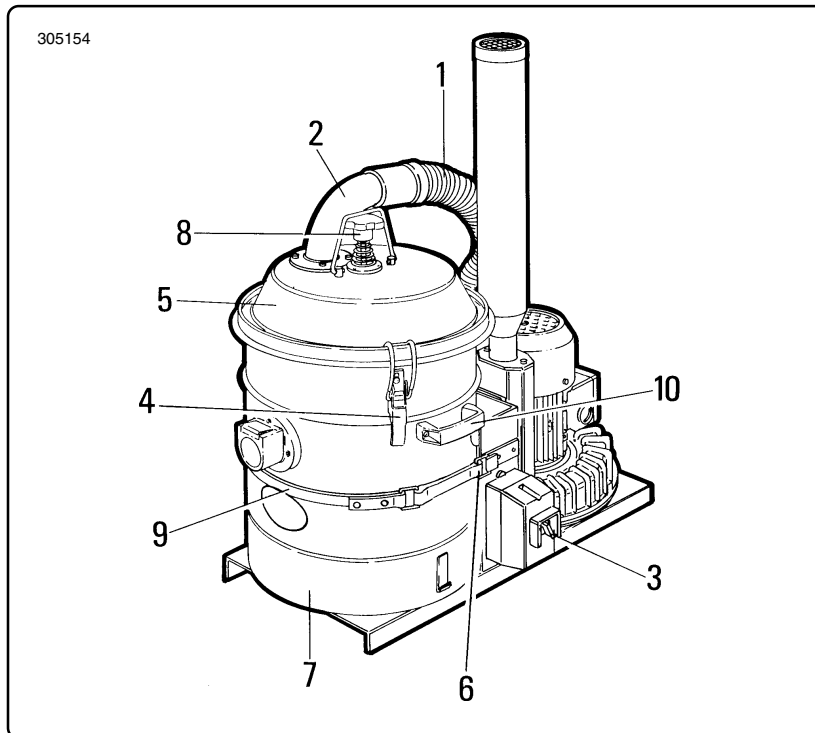

Fig. 6.6.2
- Attendere alcuni minuti che la polvere staccata dal filtro si depositi nel contenitore "7" (fig. 6.6.2).
- Sfilare il tubo "1" dal raccordo "2" (fig. 6.6.2).
- Sbloccare i due ganci di chiusura "4" e togliere il coperchio "5" comprensivo di filtro primario (fig. 6.6.2).
- Togliere il contenitore porta detriti "7" afferrandolo da entrambe le maniglie "10" (solo nel mod. 150/36), quindi procedere al suo svuotamento (fig. 6.6.2).
- Per rimontare il contenitore "7", occorre innanzitutto riposizionarlo come in fig. 6.6.2, quindi bloccare il gancio "6" e rimontare il coperchio "5" comprensivo di filtro procedendo in modo inverso a quanto descritto per lo smontaggio.
- *Wait a few minutes for the dust to detach from the filter and deposit in container "7" (fig. 6.6.2).*
- *Remove tube "1" from fitting "2" (fig. 6.6.2).*
- *Release the two closing clips "4" and remove the cover "5", along with the primary filter (fig. 6.6.2).*
- *Remove the waste container "7", holding it with both the handles "10" (only for model 150/36), now empty it (fig. 6.6.2).*
- *To remount container "7", first reposition it as shown in fig. 6.6.2, then lock clip "6" and fit on the cover "5" along with the filter, proceeding with the demounting instructions in reverse.*
- Attendez quelques minutes que la poussière détachée du filtre se dépose dans la cuve "7" (fig. 6.6.2).
- Détachez le tuyau "1" du raccord "2" (fig. 6.6.2).
- Débloquez les deux crochets de fermeture "4" et enlevez le couvercle "5" y compris le filtre principal (fig. 6.6.2).
- Enlevez la cuve porte déchets "7" en la saisissant par les deux poignées "10" (mod. 150/36 seulement), puis videz-la (fig. 6.6.2).
- Pour remonter la cuve "7" remettez tout d'abord en place comme indiqué dans la fig. 6.6.2, puis bloquez le crochet "6" et remontez le couvercle "5" avec le filtre en suivant l'ordre inverse au démontage.
- *Esperar unos minutos para que el polvo que se ha desprendido del filtro se deposite en el contenedor "7" (fig. 6.6.2).*
- *Extraer el tubo "1" del racord "2" (fig. 6.6.2).*
- *Desbloquear los dos ganchos de cierre "4" y sacar la tapa "5", incluido el filtro primario (fig. 6.6.2).*
- *Desbloquear el gancho "6", que une la brida "9" en torno del contenedor (fig. 6.6.2).*
- *Extraer el contenedor "7", tomándolo por las dos asas "10" (sólo en el modelo 150/36), luego proceder al vaciado (fig. 6.6.2).*
- *Para volver a montar el contenedor "7", antes que nada, posicionarlo como el de la fig. 6.6.2, entonces bloquear el gancho "6" y volver a posicionar la tapa "5" con el filtro, procediendo de modo inverso a lo descrito en el desmontaje.*